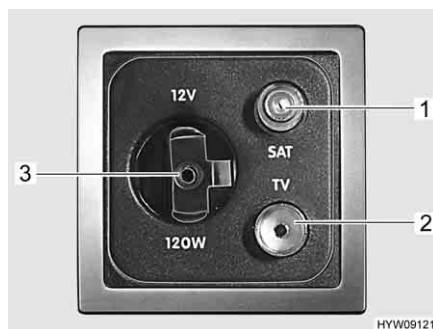

Fig. 29 Collegamento antenna satellitare esterna
- Inserire il cavo di allacciamento dell'antenna satellitare esterna nella presa SAT (Fig. 29,1).